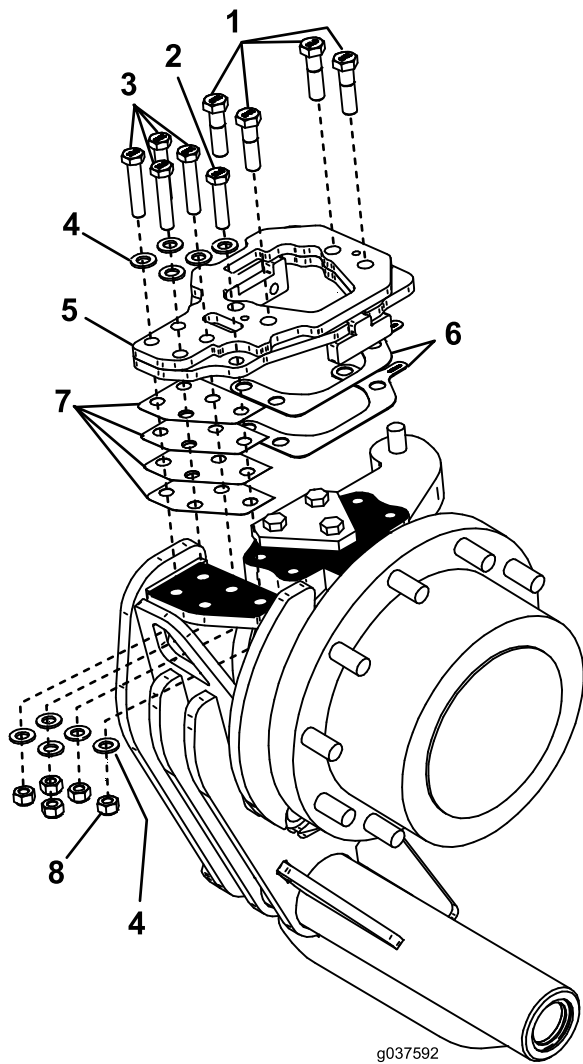

Figura 9
1. Inserte las cuñas de la placa de montaje (calibre 16 y 26) según sea necesario para llenar el espacio entre la parte superior del soporte de montaje del bastidor y la parte inferior del soporte de montaje superior, como se muestra en Figura 9.
2. Instale la placa de montaje superior al soporte de montaje del bastidor con los 4 pernos (16 x 60 mm) que usó temporalmente en el procedimiento de instalación anterior, 1 perno (14 x 60 mm), 4 pernos (14 x 70 mm), 10 arandelas planas (14 mm) y 5 tuercas (14 mm), como se muestra en Figura 9.